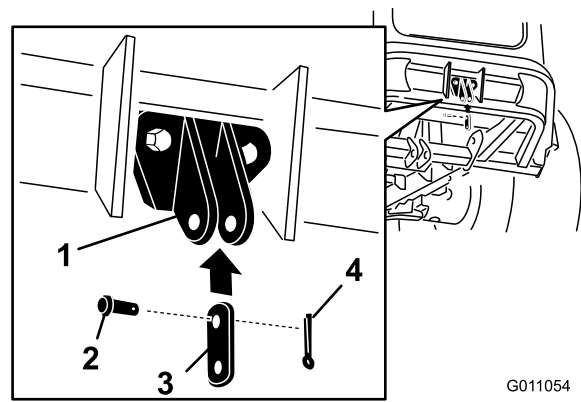

Bild 8
1. Befestigen Sie den Lenker mit einem kleinen Lastösenbolzen und einem kleinen Splint an der Lenkerbefestigungshalterung (Bild 8).